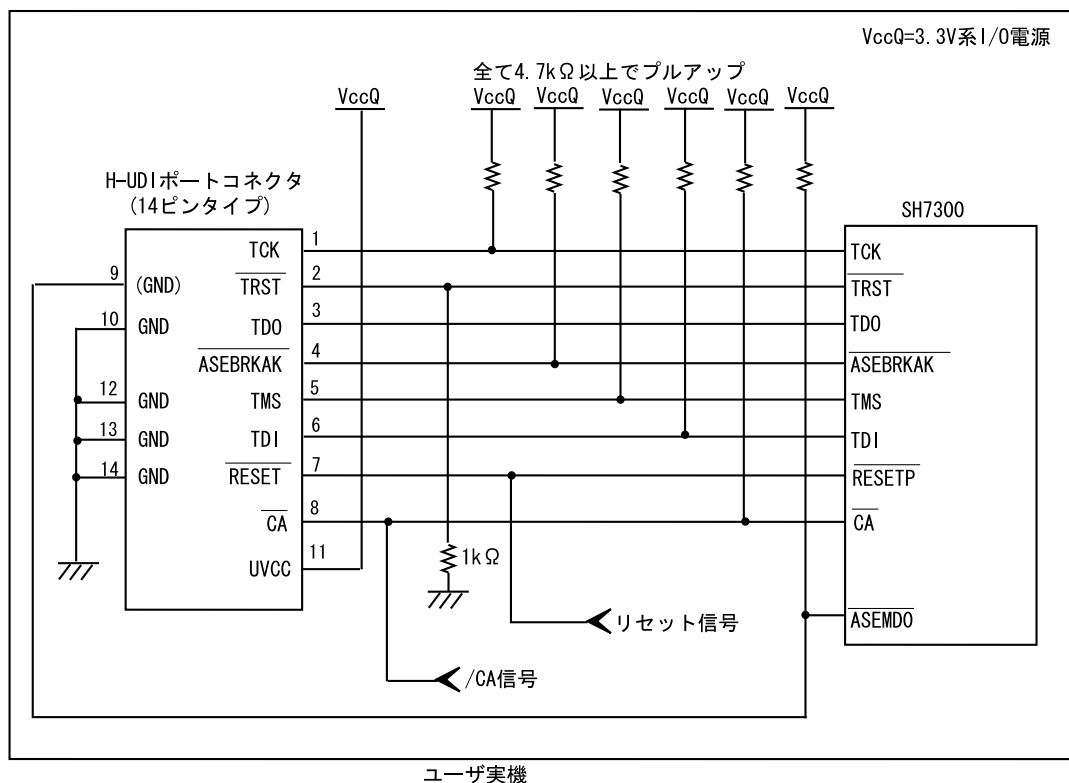

図 1.5 E10A-USB 使用時の H-UDI ポートコネクタ - チップ間の推奨接続例
- 図 1.5 推奨接続例で回路を組んだ場合の E10A-USB エミュレータのスイッチ設定: SW2=1, SW3=1